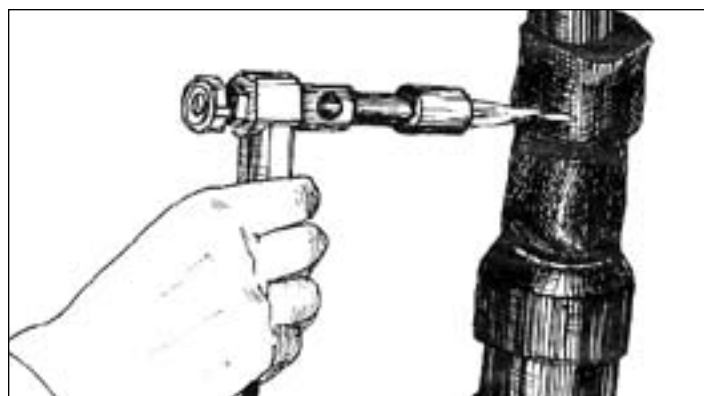

Рис. 4.19. - Герметизация второго конуса
**4.4.7.** После заливки всего герметика в конус и трубу надвигают второй конус, зачищают оболочку возле конусного окончания и производят его герметизацию трубкой ТУТ 75/22 (Рис. 4.19).